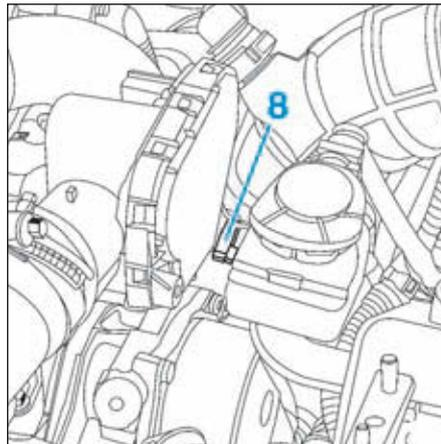

FIG.61
- Débrancher le raccord (8) de la pompe à vide (Fig.61).